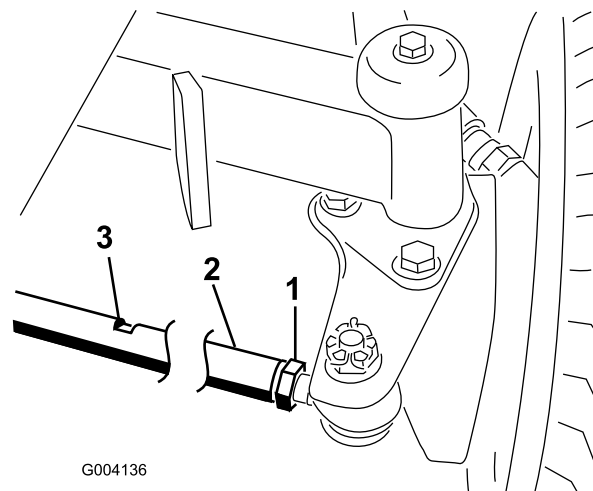

Bild 69
2. Lösen Sie die Klemmmutter an jedem Ende der Zugstange (Bild 69).